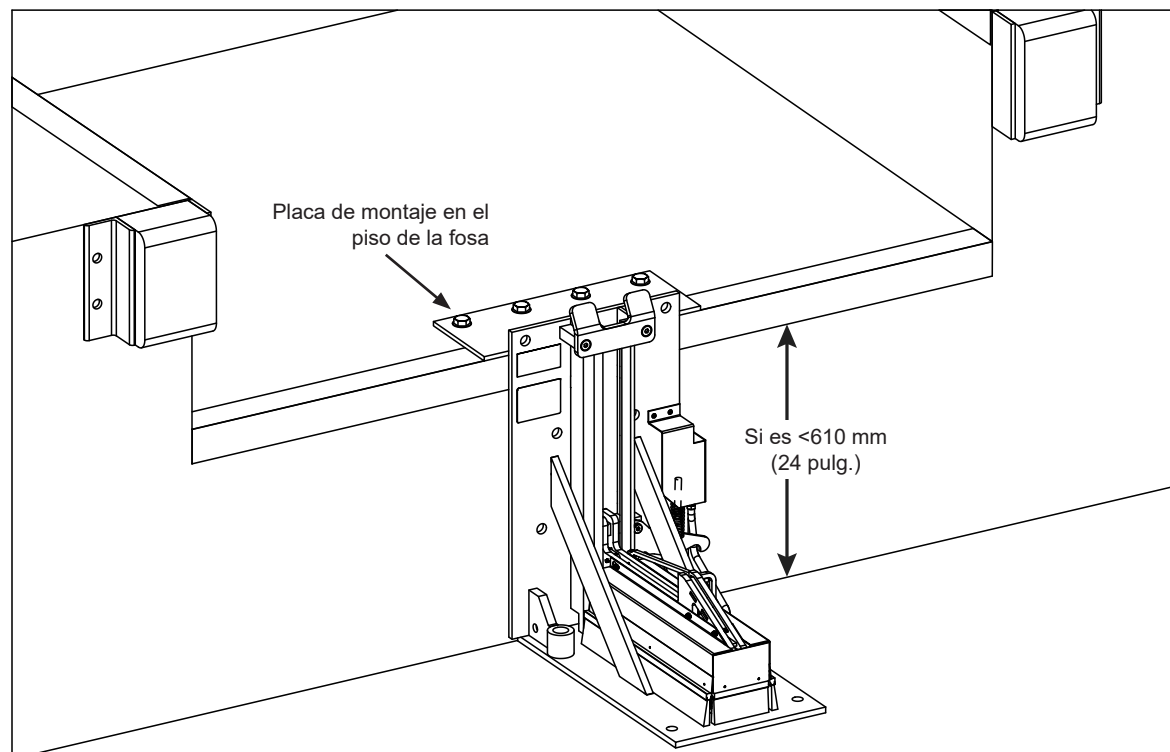
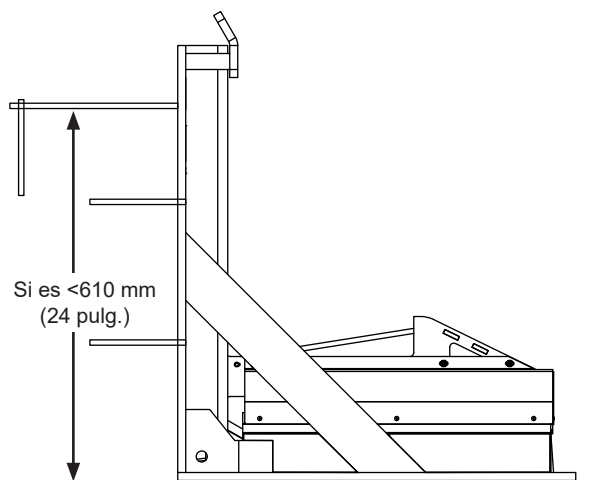

Figura 10
Figura 11
Ancle la placa de montaje en el piso de la fosa (mínimo de 9.5 mm [3/8 pulg.] x 508 mm [20 pulg.] de ancho x 203 mm [8 pulg.] de profundidad, n.º de pieza 9414-0056, Figura 10) con cuatro (4) anclajes de cuña de 19 mm x 133 mm (3/4 x 5-1/4 pulg.) mínimo. Suelde la placa de montaje al perfil con bordillo y a la placa trasera del PowerStop con una soldadura de filete continua de 6.4 mm (1/4 pulg.). Ancle la placa trasera del PowerStop al muelle con un mínimo de cuatro (4) anclajes de cuña de 19 mm x 133 mm (3/4 x 5-1/4 pulg.) mínimo (n.º de kit 2103-0003). Consulte la Figura 11.